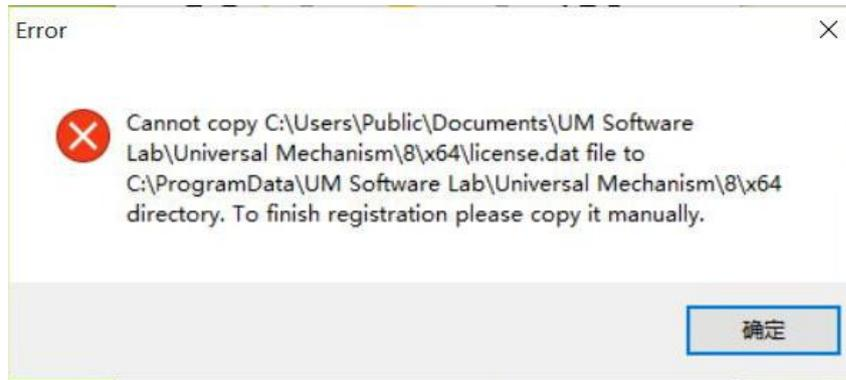

图 001-5 无法复制
(2) 出现界面如图 001-5 所示，则说明注册失败，主要原因是因为用户权限不够。